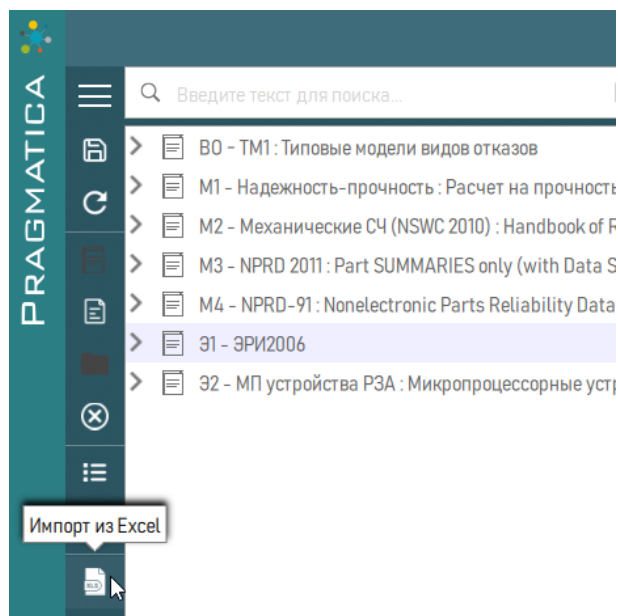

Рисунок 112 – Выбор «Импорт из Excel»
1) Выбрать справочник, затем в секции рабочей панели нажать кнопку  «Импорт из Excel» (рисунок 112).